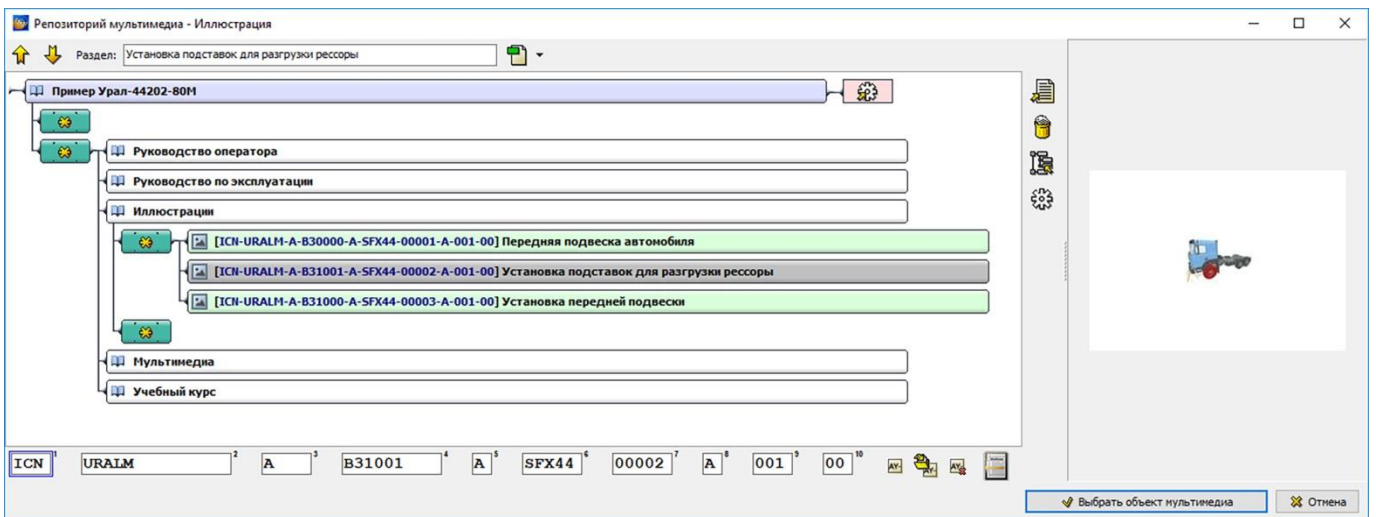
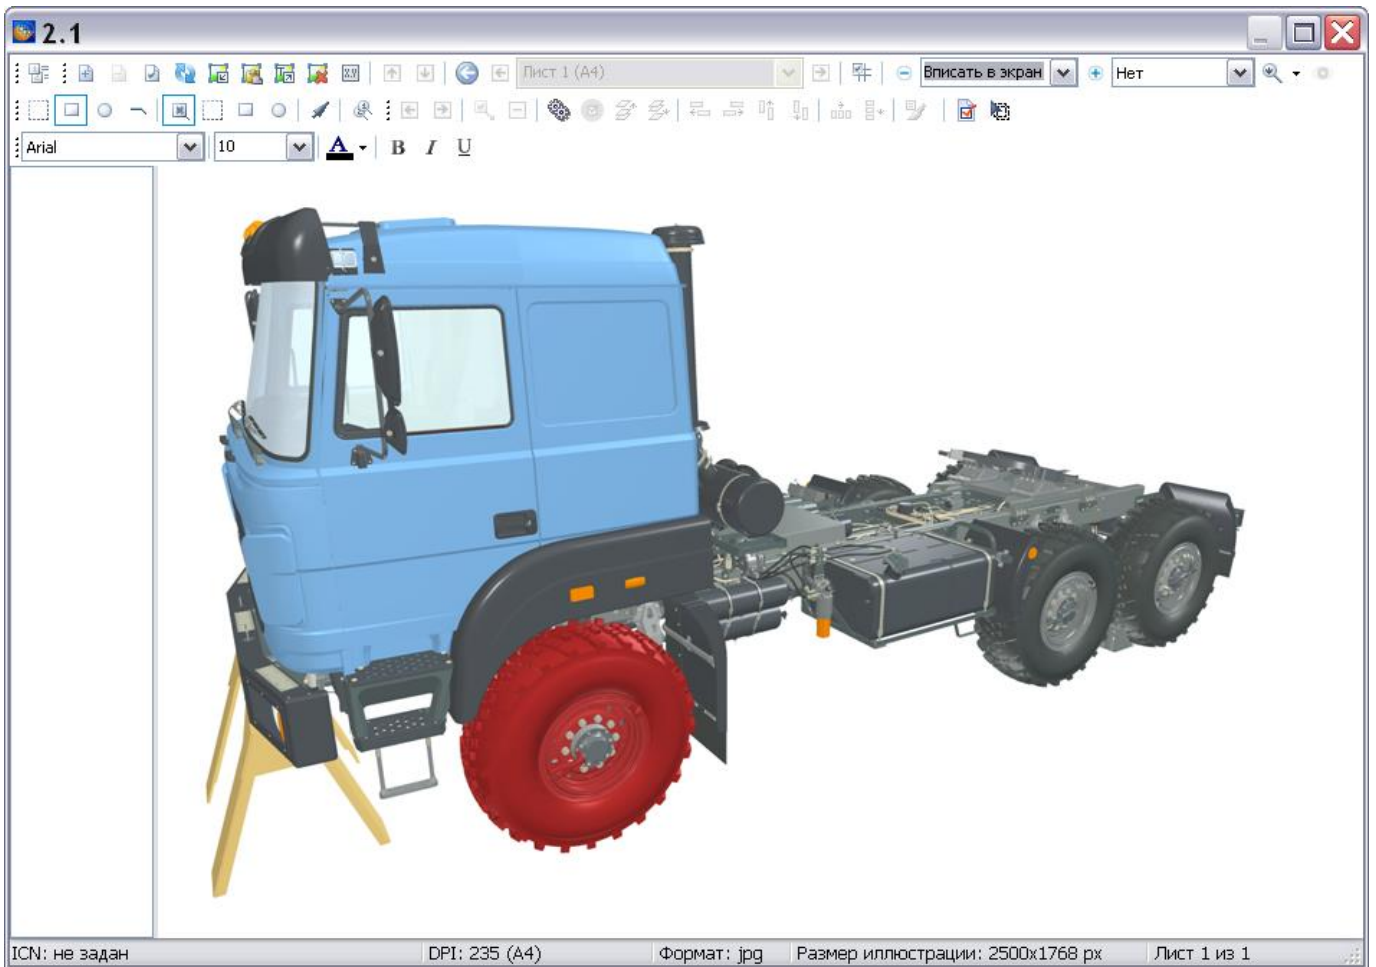

Рисунок 581
Рисунок 582
2) Выберите модуль данных с соответствующей иллюстрацией и нажмите на кнопку **Выбрать объект мультимедиа** (рисунок 581). После этого изображение появится в окне создания иллюстраций (рисунок 582).